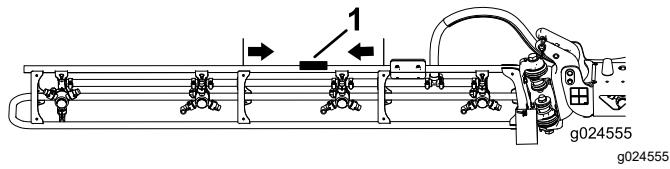

Bild 29
- Suchen Sie die Mitte eines äußeren Auslegers, zwischen den Halterungen, wie in Bild 29 dargestellt.